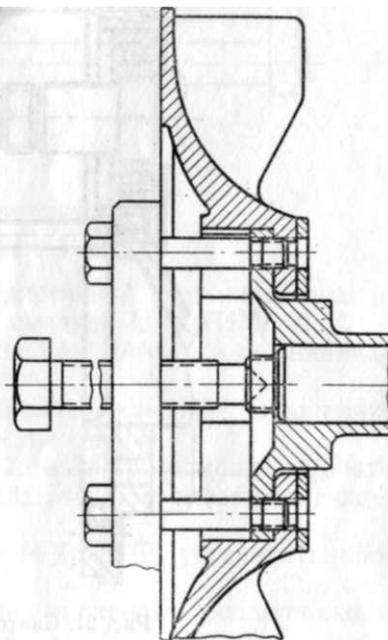

Рис. 20. Снятие полумуфты с вентилятором
4. Расконтрить стопорную шайбу 29, отвернуть гайку 9 и съемником (рис. 20), имеющимся в ЗИП, снять полумуфту 8 (рис. 6) с вентилятором.